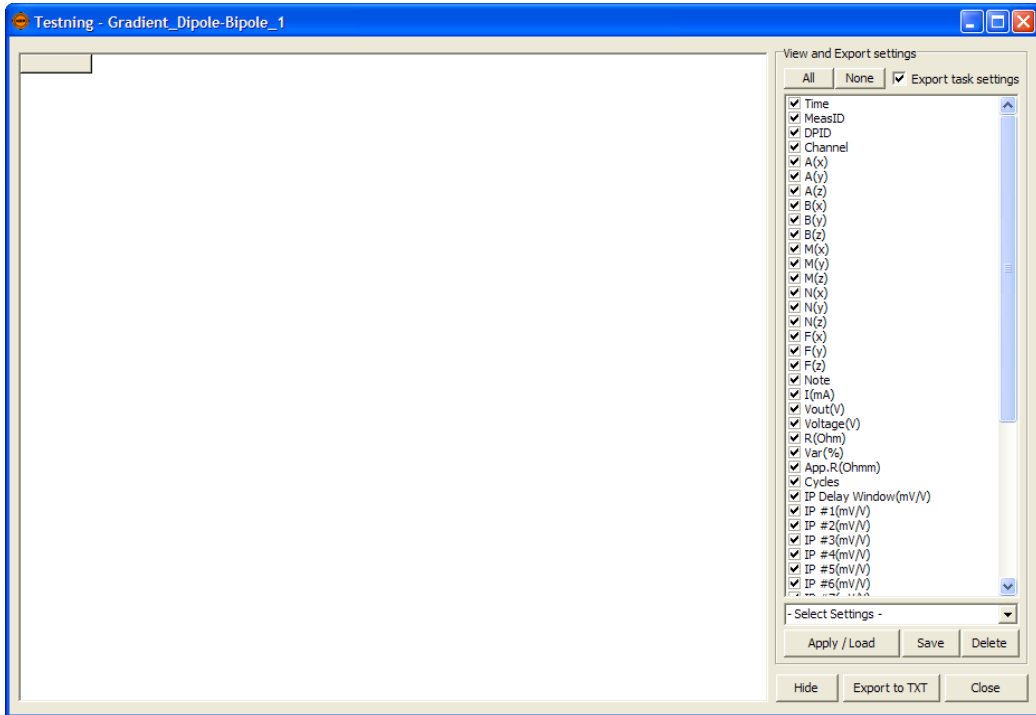

Figura 95. Dialogo de Vista de Tabla, el panel de settings a la derecha
- **Table:** Abre un dialogo donde se puede observar todos los datos de la Tarea (Figura 95). En el panel de *View and Export Settings* panel a la derecha, se pueden escoger opciones para escoger que columnas de datos ver. Esto es hecho al marcar o demarcar las casillas de check en la lista con todas las columnas de datos posibles. Los botones de All y None marcan y desmarcan todas las casillas en una sola acción.